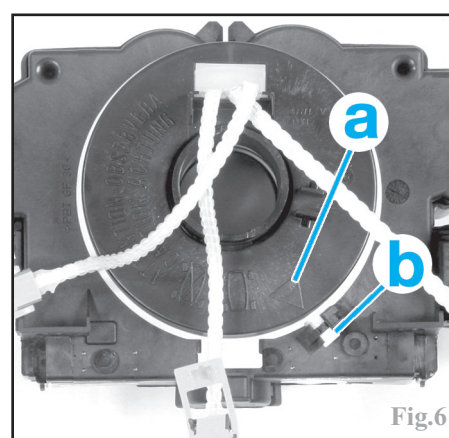

Fig.6
- commandes au volant de marque **Eaton** et **Delphi**, la pointe du triangle "a" doit être orientée face à face avec le repère "b" (Fig.6).